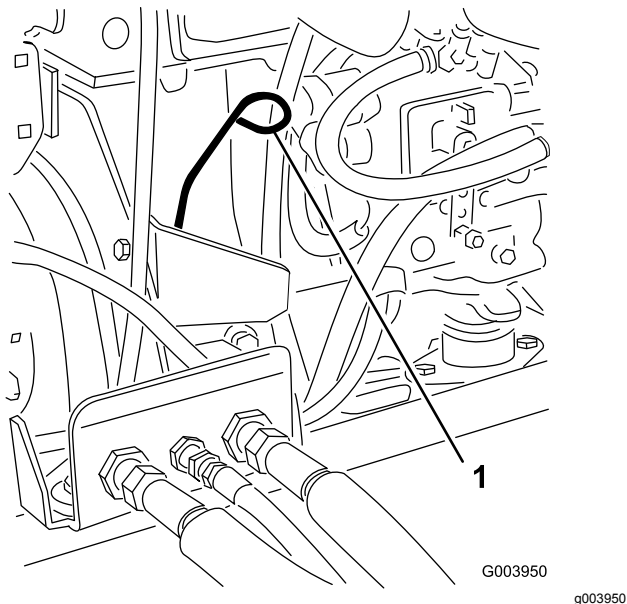

Figura 48
3. Retire a vareta, limpe-a e volte a colocá-la (Figura 48).